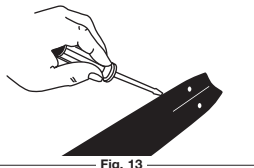

Fig. 13
2. A l'aide d'un tournevis, d'une spatule, d'une brosse en fil de fer ou autre outil similaire, enlever tout résidu des rainures du guide-chaîne de la tronçonneuse. Les passages d'huile seront ainsi dégagés et fourniront une lubrification adéquate à la chaîne et au guide-chaîne (Fig. 13).